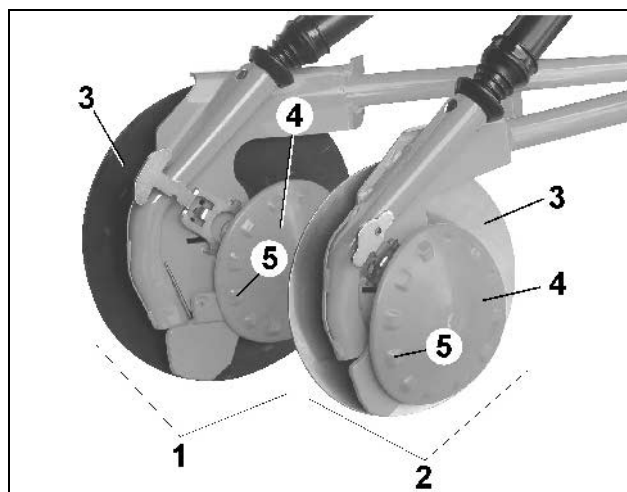

Fig. 19
- Reja RoTeC (Fig. 19/2)
- Reja RoTeC + (Fig. 19/1)
La reja RoTeC de AMAZONE es adecuada para siembra de arado y siembra en lecho de paja. El surco de siembra se conforma mediante el disco de acero y el cuerpo de fundición dura. La parte posterior del disco es limpiada por el disco flexible de poliuretano (PU) (Fig. 19/4), que es apretado contra el disco de acero. Las motas (Fig. 19/5) ayudan para tracción adicional.
El disco de PU (Fig. 19/4) sirve también para limitar la profundidad, rodando sobre el suelo y limitando la profundidad de penetración del disco de acero en el suelo. Esta profundidad de penetración puede ser ajustada en tres etapas, desde 2 hasta 4 cm (cap.10.5.2). Para siembra profunda de más de 4 cm puede el disco limitador de profundidad quitarse sin necesidad de herramientas.